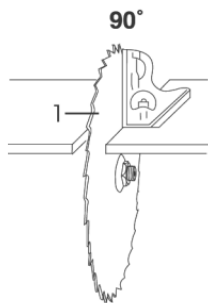

Fig. 9 – Ajuste del tope de 0°
4. Con el auxilio de una escuadra de 90°, ajuste la lámina de sierra con relación a la base, conforme muestra la fig. 9